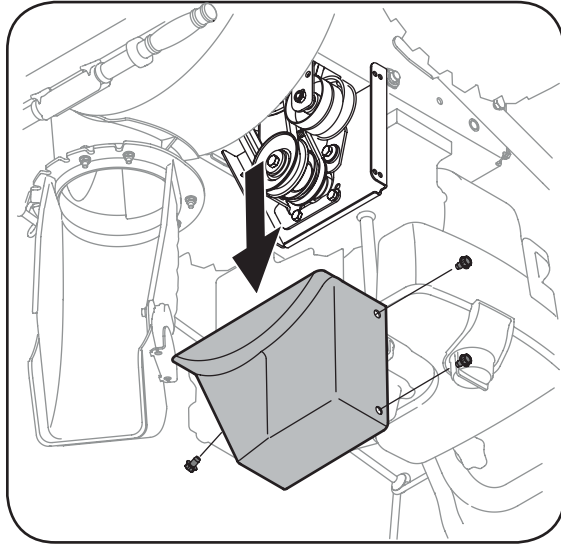

Figure 6-4
- Enlevez le couvre-courroie en plastique sur le devant du moteur en retirant les trois vis autotaraudées. Voir la Figure 6-4.